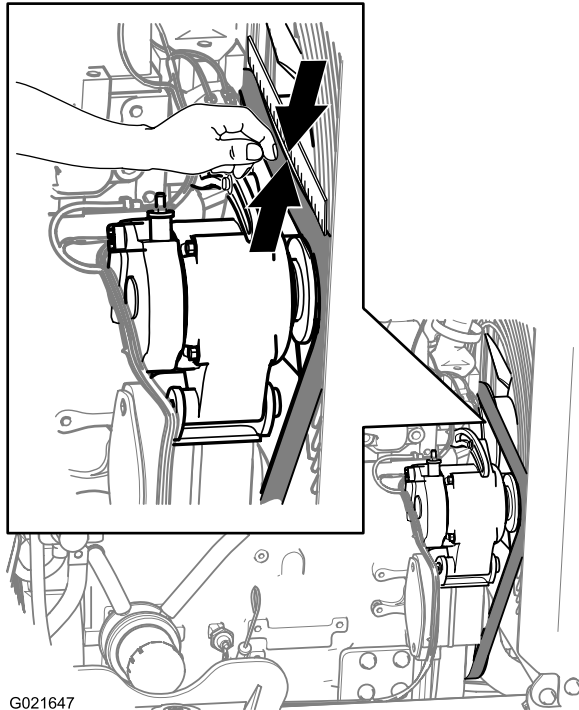

Figure 114
3. Vérifiez la courroie à la recherche de coupures, craquelures, fibres détachées, traces de graisse ou d'huile, vrillage ou signes d'usure anormale (Figure 114).
3. Alignez une règle par-dessus la courroie d'entraînement et en travers des poulies, comme montré à la Figure 114.
4. Appuyez sur la courroie à mi-chemin entre la poulie de ventilateur et la poulie d'alternateur, comme montré à la Figure 114.